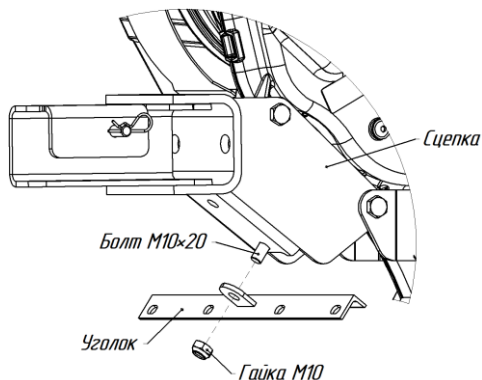

Рис.12 Установка уголка на мотоблоки МБ23 МА-ZS (GB390) и МБ23 МА-ZS (GB390) М
3. Для модификаций МБ23 МультиАГРО-ZS (GB390) М и МБ23 МультиАГРО-ZS (GB390) установить уголок и крылья на мотоблок (рис.12, 13).